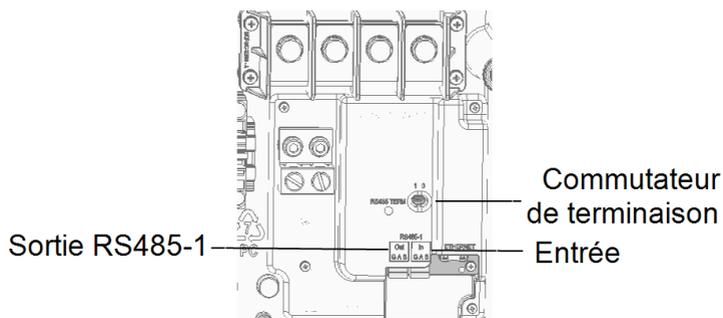

Figure 33: Commutateur de terminaison et connecteurs RS485
10. Poussez fermement les borniers RS485 dans les connecteurs jusqu'au bout, sur la carte de communication. Voir la *Figure 33*.